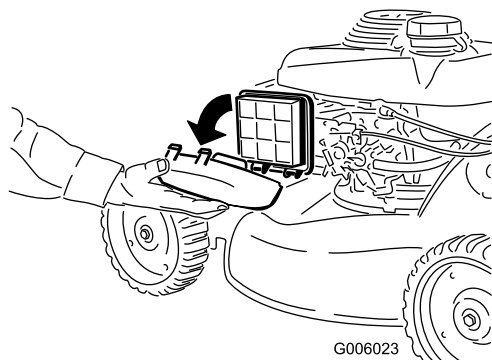

Figure 10
- B. Déposez le couvercle du filtre à air pour avoir une meilleure vue de l'accélérateur sur le moteur (Figure 10).